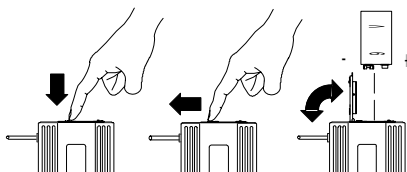

FIGURA 4. INSTALAÇÃO DA BATERIA
2. **T1, T1G, T11:** Pressione o lado OPEN (ABRIR) da tampa do compartimento da bateria, deslize-a para trás e abra-a, como mostrado na Figura 4.